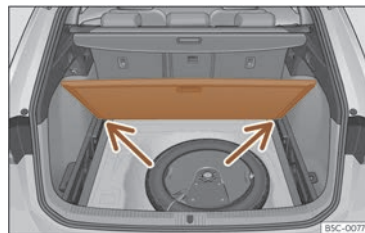

Fig. 180 Plancher modulable du coffre à bagages : position inclinée.
- Appuyez le plancher contre les logements prévus à cet effet >>> fig. 180 (flèches).